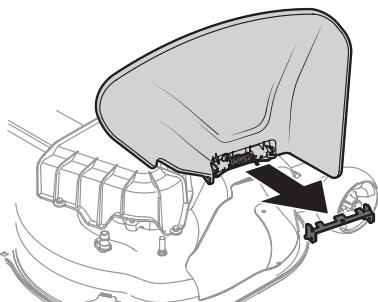

Figura 11
- Sujete el deflector del canal completamente hacia arriba, extraiga el soporte de tope. Baje el deflector del canal y deseche el soporte de tope. Consulte la Figura 11.